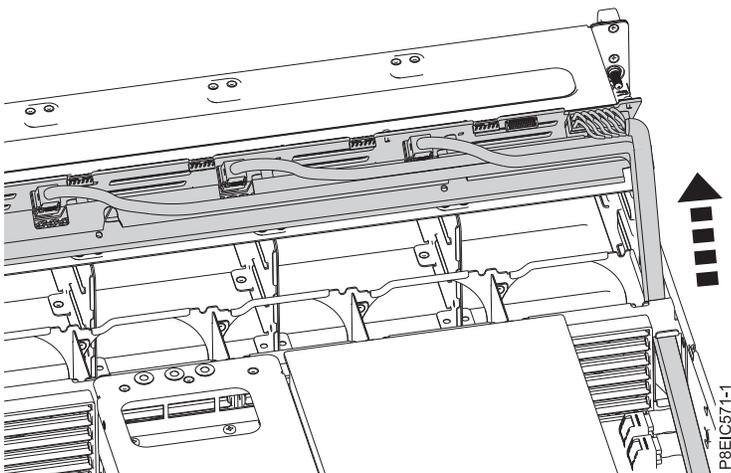

Abbildung 28. Kabel entfernen
10. Führen Sie die Signalkabel des Laufwerks, das Netzkabel des Laufwerks und das Steuerkabel des Lüfters vorsichtig durch das Chassis, um diese zu entfernen (siehe Abb. 28).